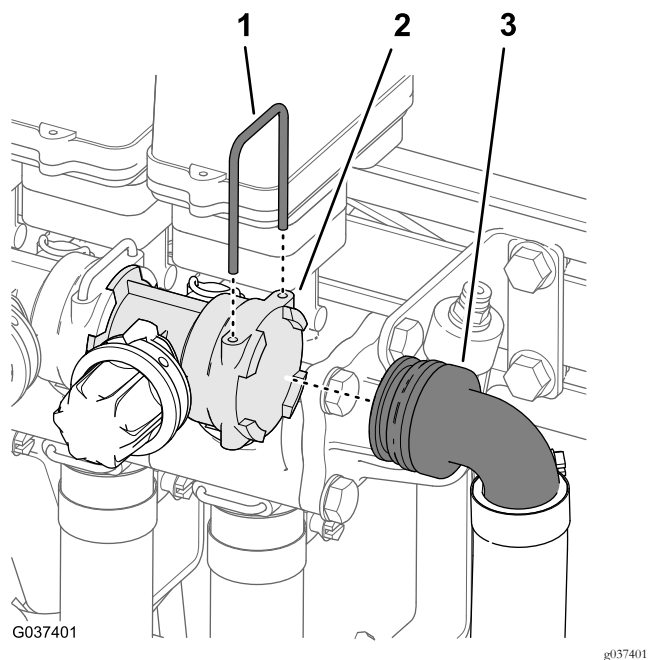

Figura 29
3. Retire o retentor que prende a união de 90° da tubagem à extremidade da válvula de distribuição da válvula do segmento da rampa direita (Figura 29).
4. Retire a união de 90° da tubagem da válvula da distribuição (Figura 29).